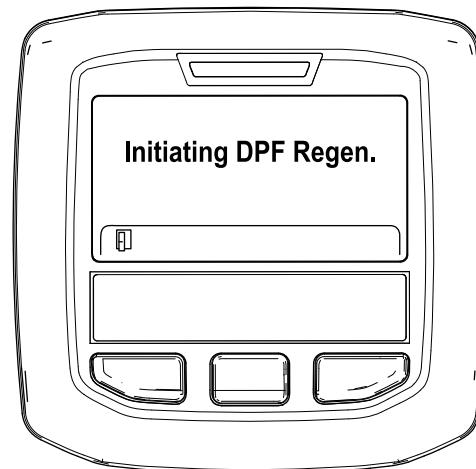

Figure 47
- A. Le message « *Initiating DPF Regen.* » (lancement régén. FAP) s'affiche (Figure 47).